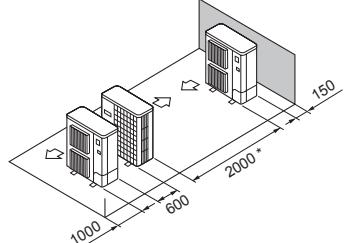

Fig. 2-17
- ⑤ Uppställning med en enskilda parallell enhet (Fig. 2-17)